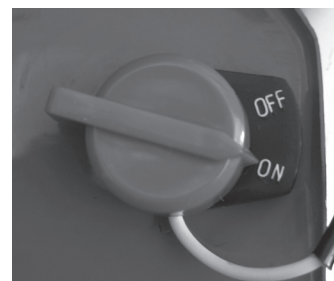

Abb. 7
- Stellen Sie den Motorschalter in die Position EIN (ON, 1) (Abb. 7).